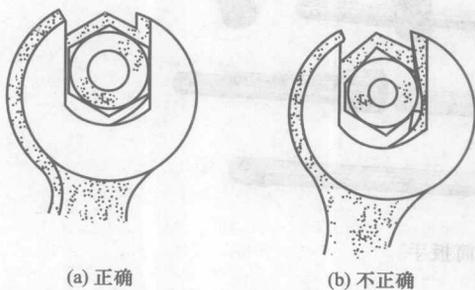

图 1-13 开口扳手选择
(3) 使用方法
① 选用各种扳手时，扳口大小必须符合螺帽或螺栓头的尺寸，如图 1-13 所示。如扳口松旷，则易滑脱，损坏扳手或螺帽、螺栓头的棱角，甚至会碰伤人。